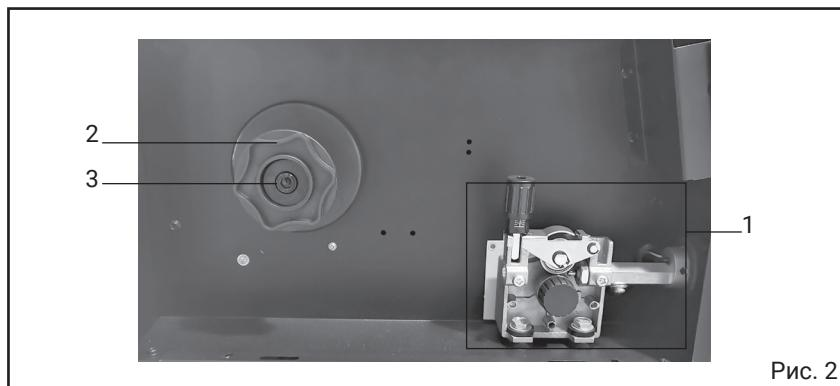

Рис. 2
ционными отверстиями на боковых и передней (рис. 1 поз. 1) стенках и снабжен вентилятором охлаждения (рис. 1, поз. 10) для отведения излишнего тепла. В передней части находятся разъемы для подключения силовых проводов MMA (рис.1, поз. 4, 6), а также разъем для подключения сварочной горелки MIG/MAG/NoGas (рис. 1, поз. 3), панель управления сварочным инвертором (рис.1 поз. 2)(более подробно представлена на стр. 8, рис. 3). На боковой панели расположен механизм подачи сварочной проволоки (рис. 2, поз. 1), шкив (рис. 2, поз. 2) и фиксатор шкива (рис. 2, поз. 3), скрытый под внешней крышкой (рис. 1, поз. 5) отсека подающего механизма.
Для начала работы выберите необходимый режим сварки нажав на кнопку (рис. 2, поз. 2):
7.2.3 Установите катушку с сварочной проволокой на шкиф (рис. 2, поз. 2), так чтобы при подаче проволоки катушка вращалась против часовой стрелки, для этого необходимо открутить фиксатор шкифа (рис. 2, поз. 3) установить катушку и зафиксировать ее в обратной последовательности, после чего пропустите сварочную проволоку в механизм подачи (рис. 2, поз. 1):